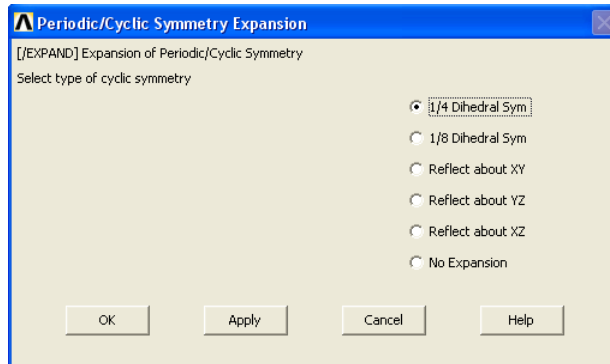

Рисунок 88. Окно *Periodic/Cyclic Symmetry Expansion*
1. При использовании подпункта *Periodic/Cyclic Symmetry Expansion* появляется одноименное окно (Рисунок 88), в котором пользователь может выбрать из нескольких опций периодического/циклического продолжения по условиям симметрии. Для подтверждения необходимо нажать кнопку **ОК**.